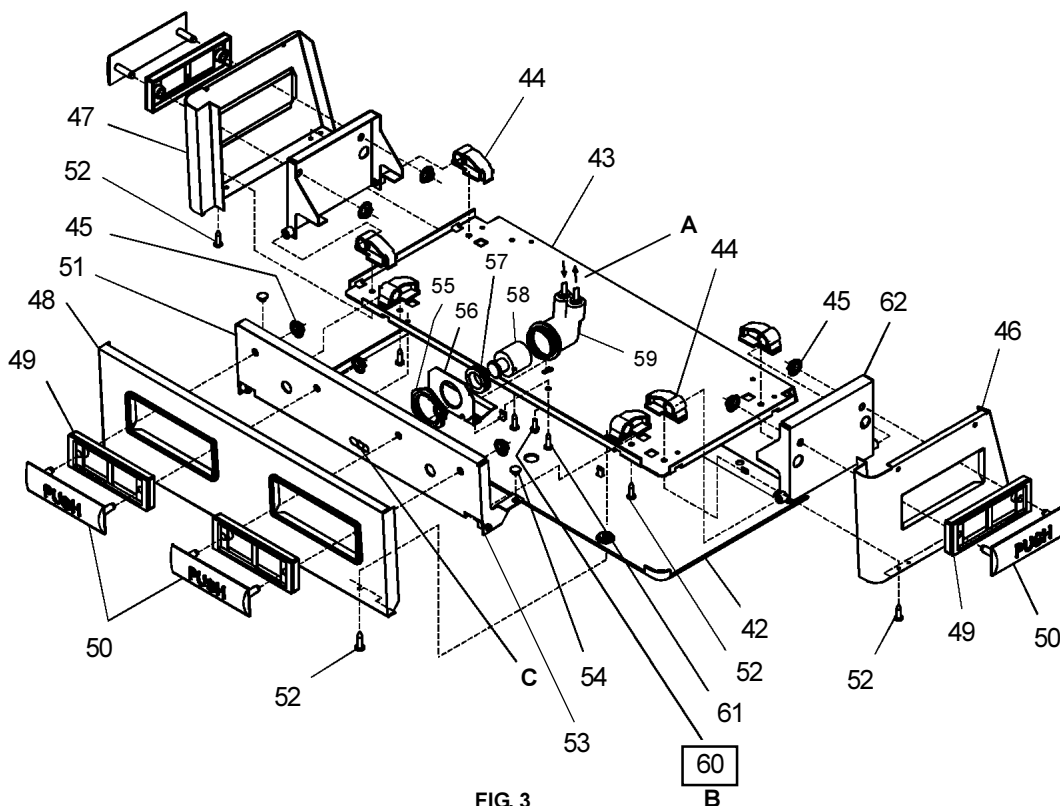

FIG. 3
See Fig. 3 for Push Bar Mechanism
Vea ia Fig. 3 para el Mecanismo de la Barra de Empuje
Voir Fig. 3 pour ie Mechanisme de Barre-poussoir
- 8) Stream height is factory set at 45-50 PSI. If supply pressure varies greatly from this, readjust stream height to approximately 1-1/2" (38mm) above the bubbler guard by turning adjustment screw, accessible by removing front push panel, Item No.48 (see Fig.3 & 5).
- 9) Replace the front panel and secure by re-tightening four (4) screws.
- 8) La altura del chorro se determina en la fábrica a 45-50 PSI. Si la presión del suministro varía demasiado de este valor, reajuste la altura del chorro a aproximadamente 1-1/2" por encima del protector del borboteador dando vuelta al tornillo de ajuste sacando el panel frontal de empuje, Artículos 48 (vea Fig. 3 y 5).
- 9) Vuelva a colocar el panel frontal y asegúrelo apretando nuevamente los cuatro (4) tornillos.
- 8) Le niveau d'écoulement est réglé en usine à 45-50 Lb/po². Si la pression varie beaucoup de ce point, ajustez le niveau à nouveau à environ 1-1/2" (38mm) au-dessus du protège-barboteur en tournant la vis de réglage du régleur que l'on trouve en retirant le panneau, article 48 (voir fig. 3 et 5).
- 9) Remplacez le panneau avant et fixez le en place en resserrant les quatre (4) vis.